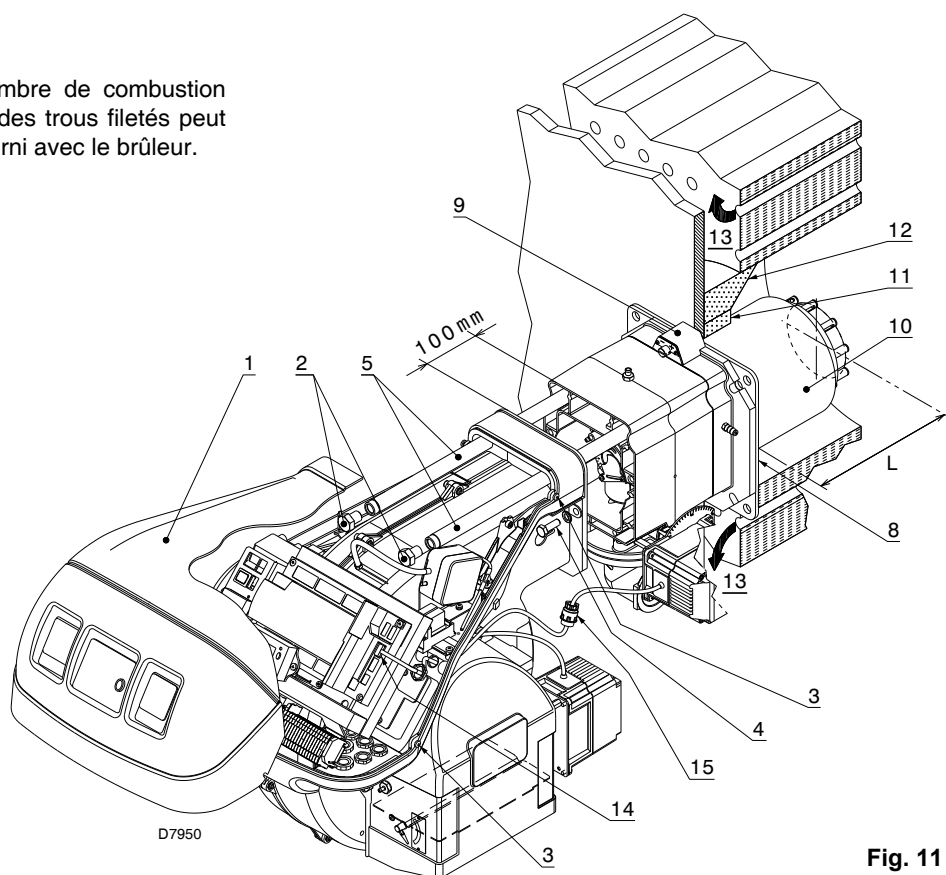

Fig. 11
Pour les chaudières avec circulation des fumées sur l'avant (13), ou avec chambre à inversion de flamme, réaliser une protection en matériau réfractaire (11), entre réfractaire chaudière (12) et buse (10). La protection doit permettre l'extraction de la buse. Voir Fig. 11.
Séparer ensuite la tête de combustion du reste du brûleur, Fig. 11.
Une fois effectuée cette opération éventuelle, fixer la bride 9)(Fig. 11) à la plaque de la chaudière en interposant l'écran isolant 8)(Fig. 11) fourni avec l'équipement.
- remonter le brûleur sur les glissières 3) à 100 mm environ du manchon 4) - brûleur dans la position illustrée dans la Fig. 11;
- brancher la fiche du servomoteur 14)(Fig. 11) et visser le passe-câble 15)(Fig. 11);